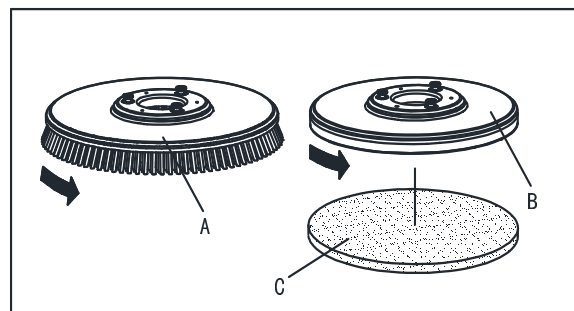

Рисунок 5
Установите или щетку (А, Рисунок 5) или держатель пэда (В и С, Рисунок 5) в соответствии с типом пола для уборки.
1. Вставьте ключ зажигания (35) и поверните на "О".
2. Поднимите настил щетки, нажав на педаль (9).
3. Если машина оснащена приводом, поверните регулировку скорости (40) на холостом ходу, повернув ее против часовой стрелки.
4. Поместите щетку (А, Рис. 5) или держатель пэда (В) под настил (21).
5. Опустите настил на щетку/держатель пэда, нажав на педаль (9).
6. Поверните ключ зажигания (35) на "I".
7. Нажмите на щетку/держатель пэда и вакуумный переключатель (46).
8. Нажмите один раз на Кнопку активации машину (34), чтобы запустить вращение щетки, затем отпустите. При необходимости повторяйте процедуру до тех пор, пока щетки/держатель пэда не зацепится.
9. Если Шаг №8 оказывается трудным, используйте ручной метод, повернув щетку/держатель пэда в направлении противоположном нормальному направлению поворота, и они могут быть сняты. (Как показано на Рисунок 5).